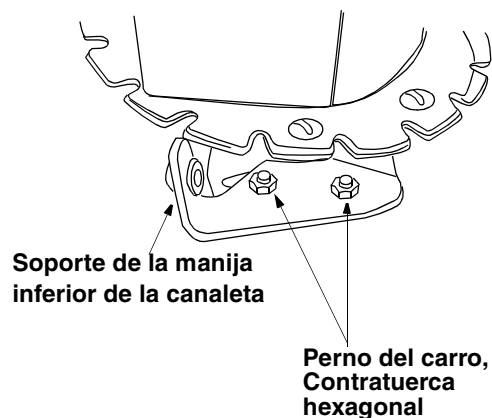

Figura 6
- Usted puede tener que aflojar los pernos del carro y las contratuerca hexagonales que aseguran el soporte inferior de la manija de la canaleta a la prolongación del lado izquierdo del conjunto de la canaleta. Vea la figura 6.